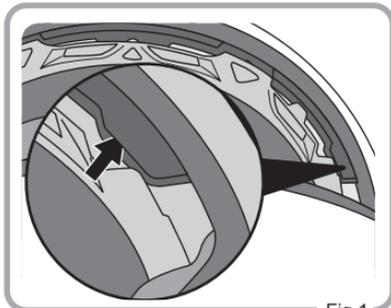

Fig.1
1. Introduza o forro intermédio nas zonas das têmporas, como se mostra na Fig.1.